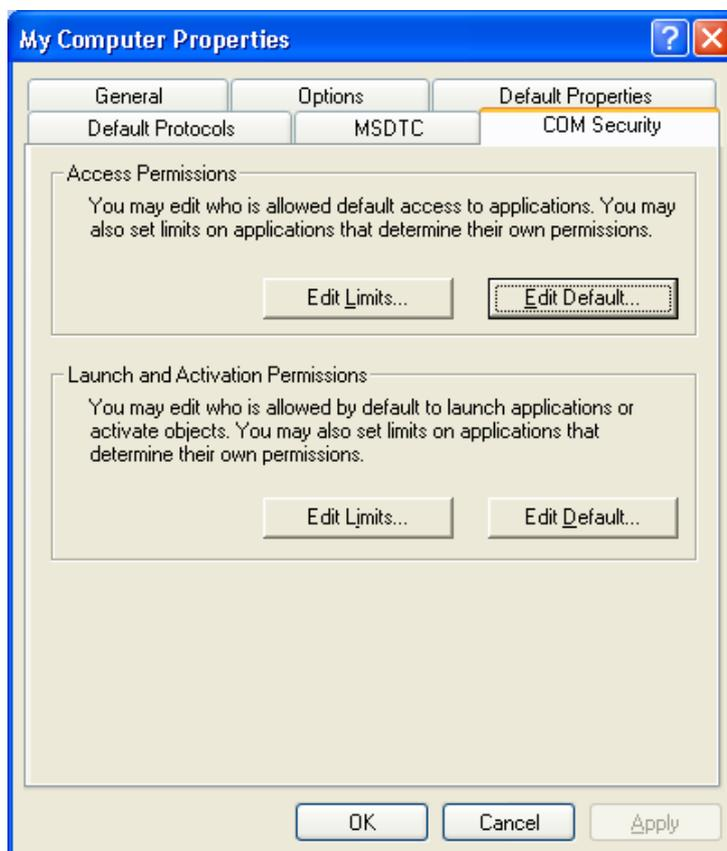

Рисунок 13 - Свойства служб компонент
- 4 В появившемся окне на закладке **Безопасность COM** нажать кнопку **Редактировать ограничения** (рисунок 13).